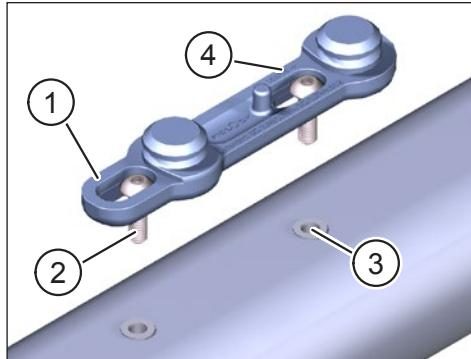

Fig. 1: Fixation du FIDLOCK® Bike Base sur le vélo
- ▶ Fixez le FIDLOCK® Bike Base (élément 1 Fig. 1) avec les deux vis à tête plate (élément 2 Fig. 1) dans les trous prévus à cet effet dans le cadre du vélo (élément 3 Fig. 1, respectez les consignes du fabricant) dans le cadre du E-Bike.